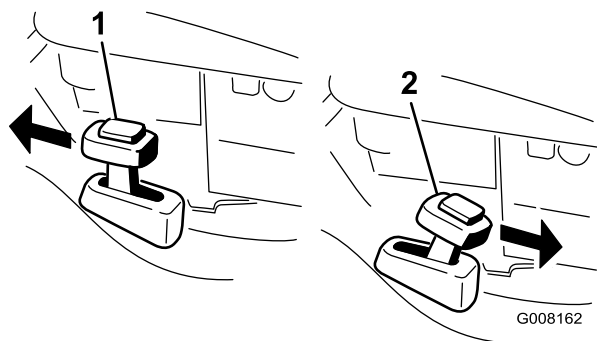

Bild 17
2. Drücken Sie die Taste oben am Hebel für Recycler/Fangkorb und schieben Sie den Hebel auf **Recycler** (Bild 17).
2. Hängen Sie den Fangkorb ein, wenn Sie das Schnittgut sammeln möchten (siehe „Einsetzen des Fangkorbs“). Drücken Sie die Taste oben am Hebel für Recycler/Fangkorb und schieben Sie den Hebel auf **Fangkorb** (Bild 17).
Hinweis: Der Hebel für den Recycler/Fangkorb sollte in der Stellung **Fangkorb** (Bild 17) stehen.